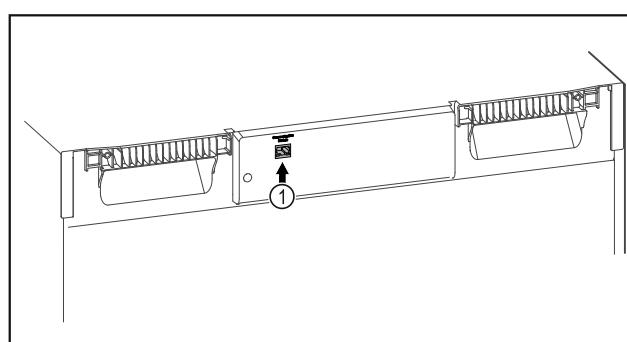

Fig. 127
- To SmartModule Fig. 127 (1) είναι τοποθετημένο.